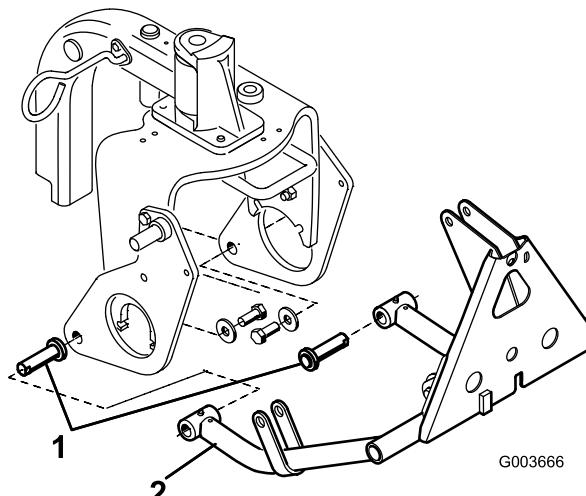

図 8
3. 各プッシュ・アームのチューブにシリンドラ・ピンを通す (図 8)。
4. 左右のプラウ・プレートに、プッシュ・アームのチューブをかぶせ、シリンドラ・ピンのガイドにプラウ・プレートの穴を合わせる (図 8)。
5. 図 8を参照して、それぞれのプラウ・プレートにシリンドラをボルト ( $5/8 \times 1\text{-}1/2$  in.) とワッシャ (内径 1.68 in x 外径 0.65 in.) で固定する。ナットを  $21\text{kg.m}$  にトルク締めする。